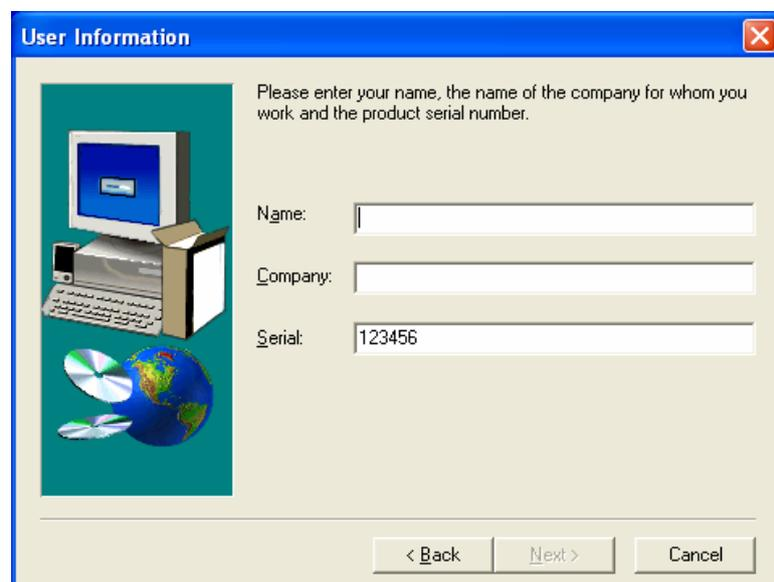

Fig. 11 Tela 4 de Instalação - Nome de usuário e Empresa.
5.1.1.4. Na tela da Fig. 11, é necessário digitar o nome de usuário e o nome da empresa para então continuar a instalação clicando em "NEXT".